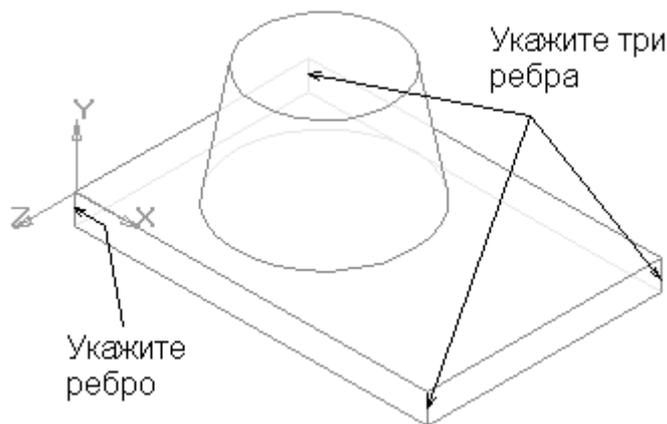

Рис. 7.11. Выделение рёбер основания
14. Укажите первое угловое ребро для его выбора. Нажмите клавишу <Ctrl> на клавиатуре и, удерживая её, укажите мышью остальные три ребра (рис. 7.11).